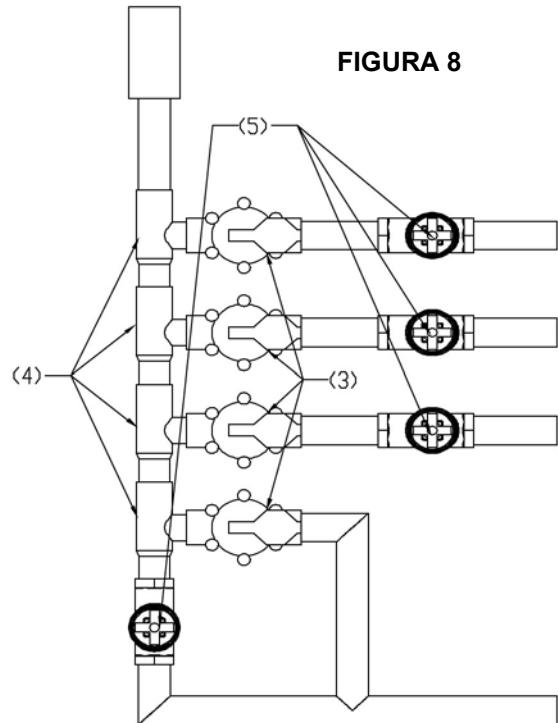

FIGURA 8
6. MÁS VÁLVULAS DE GLOBO: para ayudar a controlar la altura de cada zona individual se necesita colocar una válvula de globo de 1" (2.54 cm) (5) después de cada válvula HPV de 1" (3) como se muestra en la **FIGURA 8**. Esto permite darle toques aún más individuales al WetDek. Se pueden ajustar las alturas para el agua exactamente al mismo nivel o se puede configurar utilizando un sistema superpuesto que separa cada zona por incrementos medidos.